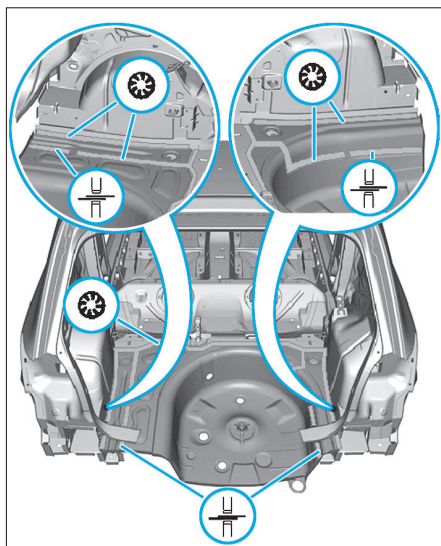

FIG. 127
- Souder le bac roue de secours (Fig.127)